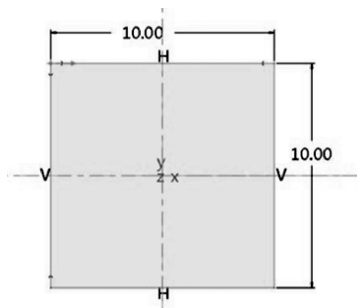

图 4-151 截面 1
(3) 单击操控面板上的命令,打开【截面】下拉菜单,单击对话框里面的【草绘】→,绘制如图 4-151 所示的截面。完成后单击退出草绘 1 的绘制;